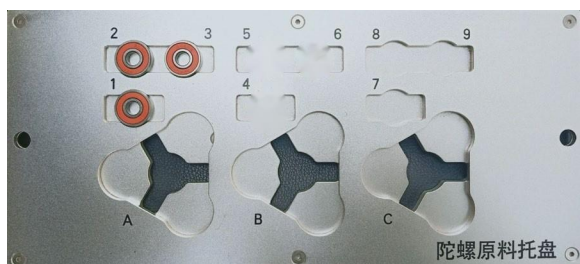
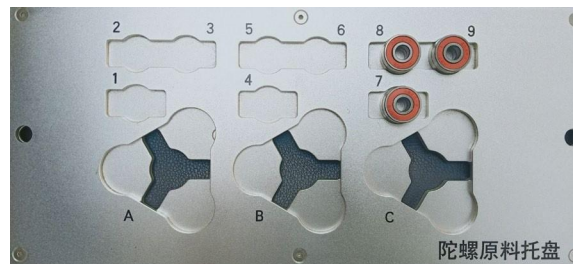
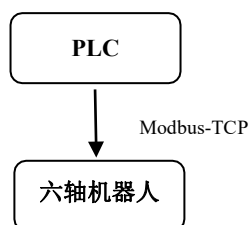

图 3-2 搬 运 前
图 3-3 搬 运 后
图 4-1 网路通讯拓扑图
- (1) 设备运行之前，考生将 3 个轴承分别放置到原料盘 1 号、2 号、3 号位（如图 3-2 所示）。
- (2) 手动慢速模式下（T2），运行编写好的机器人程序。
- (3) 机器人通过两指夹具，将原料盘上的 3 个轴承，依次搬运码放到原料盘 7 号、8 号、9 号工位槽内（放置不到位不得分），如下图 3-3 所示。
在自动模式下将原料盘上的 3 个轴承，依次搬运码放到原料盘 7 号、8 号、9 号工位槽内，如图 3-3 所示，机器人工作站网络拓扑如图 4-1 所示。
- （1）设备运行之前，考生将 3 个轴承分别放置到原料盘 1 号、2 号、3 号位（如图 3-3 所示）。